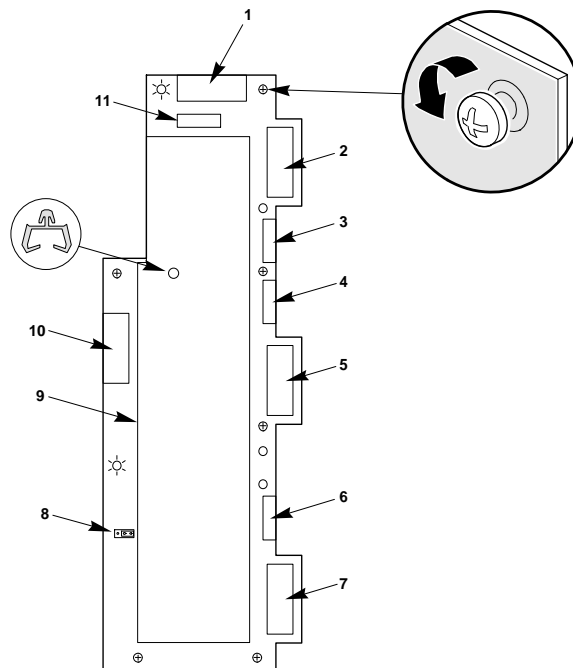

Abb. 5-4. Power Share Rückwand-Anschlüsse
6. Falls vorhanden, den Hilfslüfteranschluß an die SCSI hot-docking Rückwand anschließen, und das Lüfterkabel in den Kabelhalter auf der Power Share Rückwand einführen. (Siehe Abbildung 5-4).
1. Jedes Netzteilaustrittskabel an ihre entsprechenden Anschlüsse anschließen, wie in Abbildung 5-4.